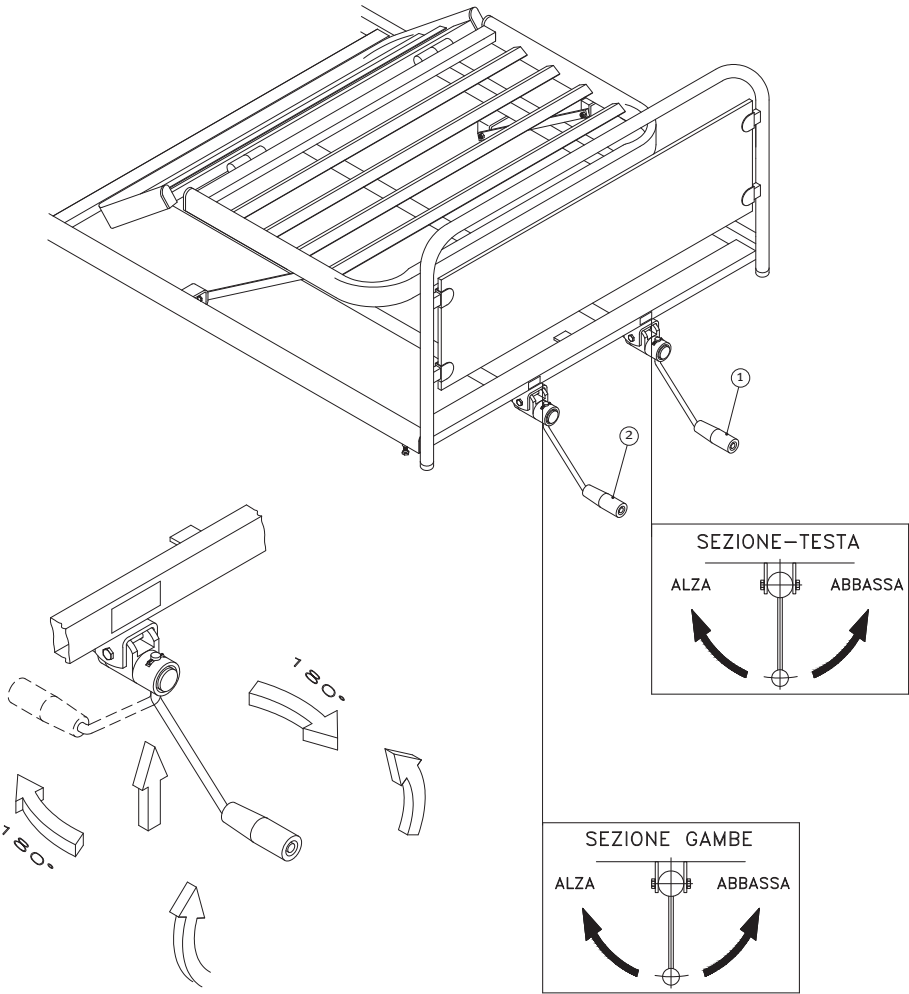

Fig. 7 Regolazione della sezione testa e della sezione gambe del letto Art. A 7032/AO
4.1 Regolazione della sezione testa del letto Art. A 7032/AO (Fig. 7)
4.2 Regolazione della sezione gambe del letto Art. A 7032/AO (Fig. 7)